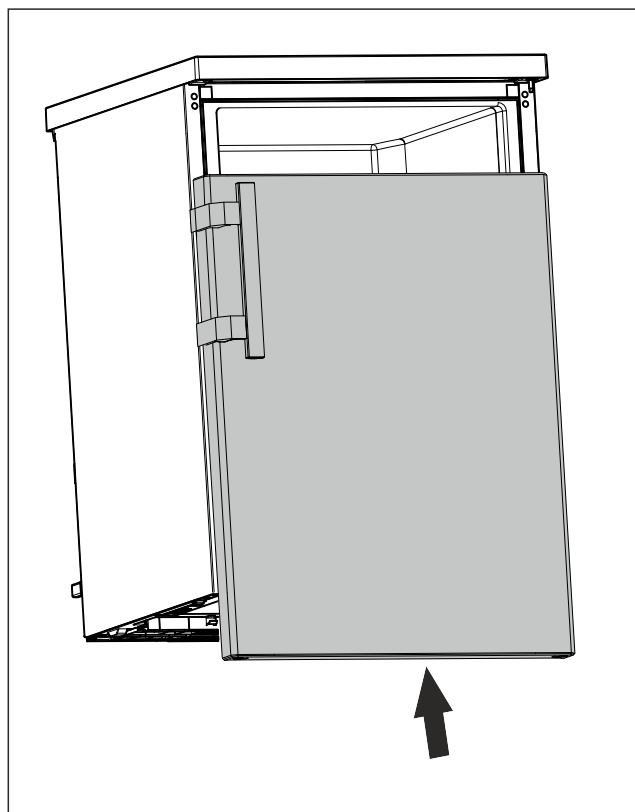

Fig. 24
- ▶ Futni derën në gjendje të mbyllur në bulonin e sipërm. (shihni Fig. 24)